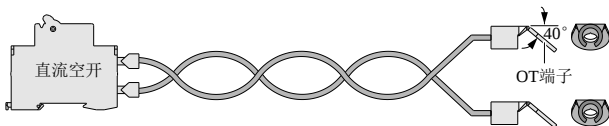

图2-4 电池电缆
- 3) 断开外置电池组输出空开，将电池电缆的另一端（非 OT 端子一端）接入外置电池组输出直流空开，注意电池组正、负极性，如图 2-4 所示。